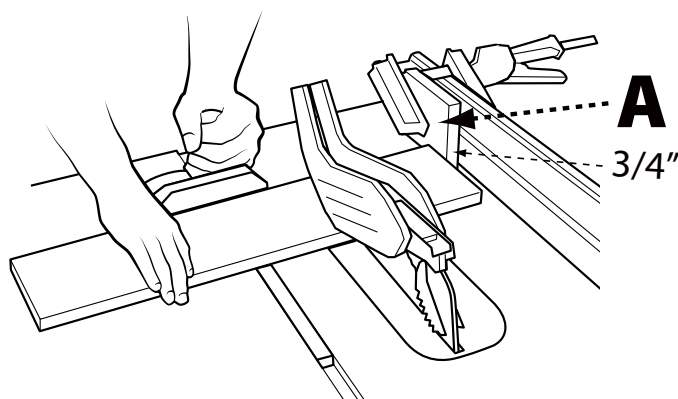

FIGURA 39
Al realizar cortes transversales en varias piezas a la misma longitud, puede sujetar un bloque de madera (A) (consulte la Figura 39) a la guía y usarlo como un calibre de corte. El bloque (A) debe medir al menos $\frac{3}{4}$ de pulgada (19 mm) de grosor para evitar que la pieza que está cortando se atasque entre la hoja y la guía. Después de determinar la longitud del corte, enganche la guía y use la galga de inglete para empujar la pieza de trabajo hacia la hoja.